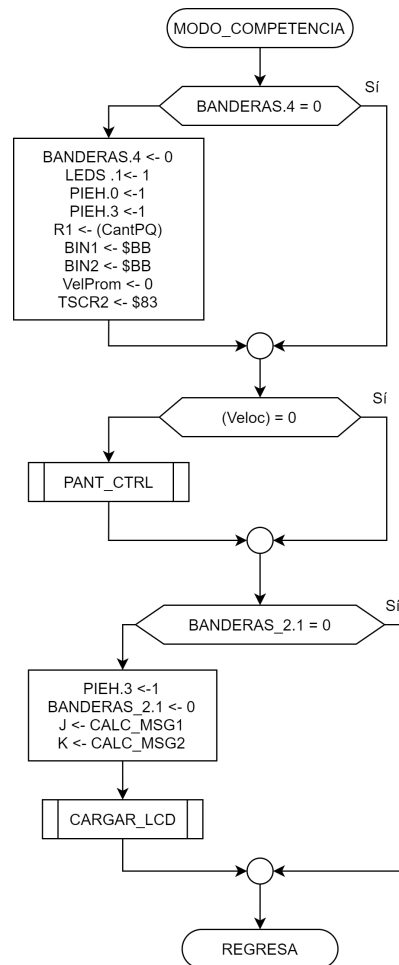

Figura 14: Diagrama del flujo del Modo Competencia. Este se encarga de mostrar el mensaje *Calculando...*, así como de llamar a **Pant\_Ctrl**.
- La modificación en el diseño de la subrutina en **MODO\_CONFIG** conforme a la figura 14.